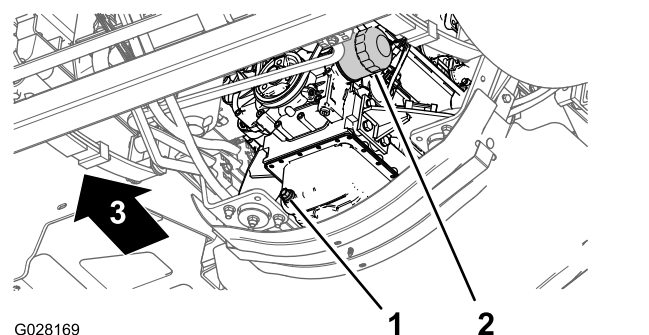

Bild 70
3. Fluchten Sie eine Auffangwanne unter dem Motorölfilter aus (Bild 70).
4. Entfernen Sie den alten Ölfilter (Bild 70).
8. Setzen Sie den Ölfilter in den Filteradapter ein und drehen Sie den Ölfilter nach rechts, bis die Gummidichtung den Filteradapter berührt. Ziehen Sie den Filter dann um eine weitere halbe Umdrehung an (Bild 70).
1. Stellen Sie eine Auffangwanne unter die Ablassschraube (Bild 70).
2. Nehmen Sie die Ablassschraube ab und lassen Sie das Öl vollständig ablaufen (Bild 70).